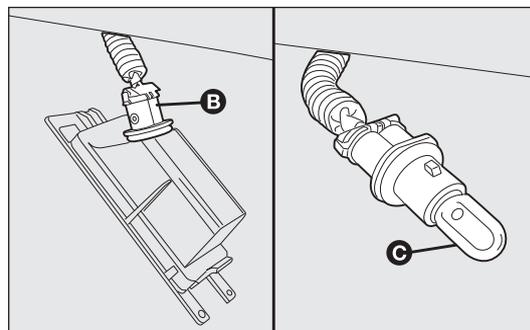

fig. 161
- ❑ tourner la douille B-fig. 161 dans le sens anti-horaire, puis désolidariser l'ampoule C.